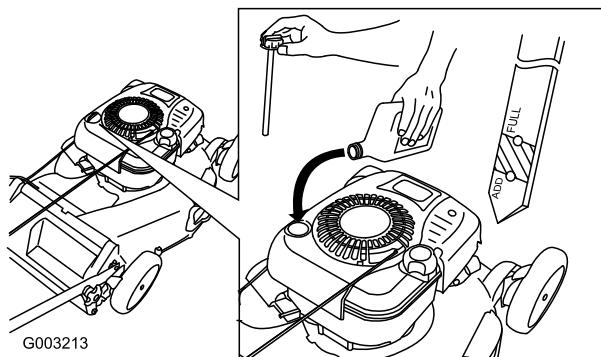

Figura 7
1. Togliete l'asta di livello (Figura 7).
2. Versate lentamente l'olio nel tubo di riempimento finché non raggiunge il segno di pieno sull'asta (Figura 7). **Non riempite troppo.** (Riempimento massimo: 0,77 litri, tipo: olio detergente SAE 30W con service classification API SF, SG, SH, SJ, SL o superiore.)